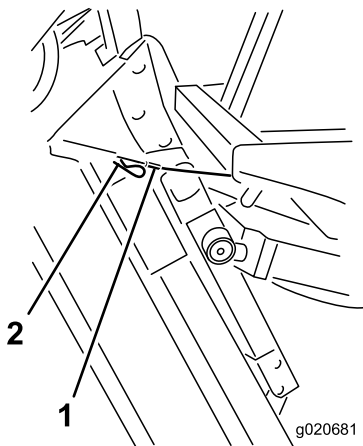

Figura 102
6. Mantenha a unidade na vertical, coloque a extremidade do cabo sobre o pino no braço de elevação da unidade de corte e fixe com o pino de segurança (Figura 102).